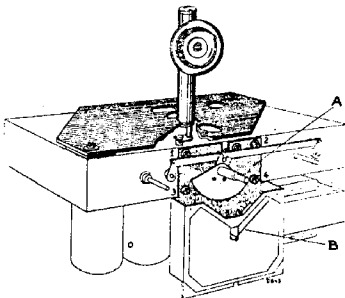

Fig. 7
3. Een instelplaat met insteltang (fig. 7).
2. Aandrijfsplaat (fig. 7 pos A) in de gemiddelde stand brengen.